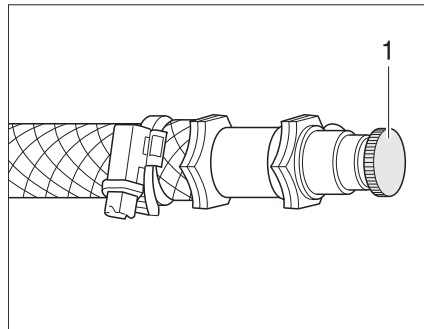

Bild 153 Avluftningsventil varmvatten-värmesystem
- Öppna avluftningsventilen (Bild 153,1) och låt den vara öppen så länge det kommer ut luft.